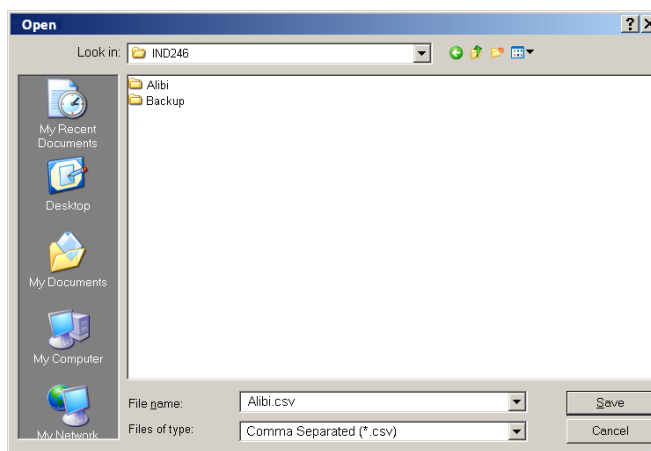

Figura 3-9: Finestra di dialogo Apri di Esplora risorse
5. Fare clic su **Annulla** per interrompere il processo, oppure su **Apri** per salvare i dati inseriti e tornare alla finestra di dialogo **Scrittura su terminale**. Vedere la Figura 3-9.